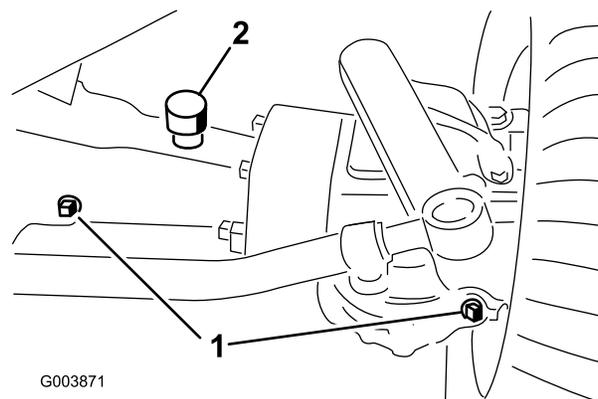
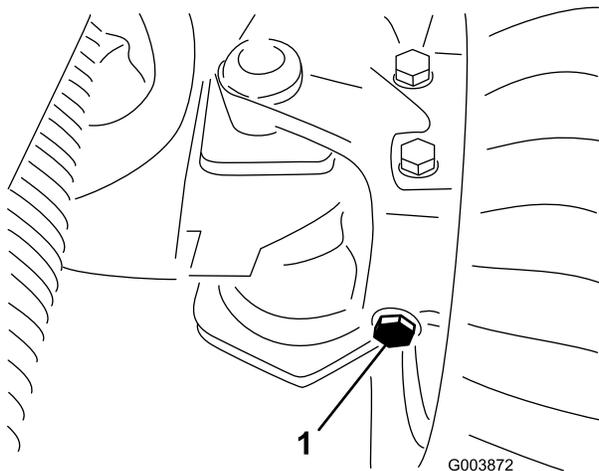

Figure 29
Figure 30
2. Retirez les 3 bouchons de contrôle du pont (Figure 29 et Figure 30) et vérifiez que le lubrifiant atteint bien la base de chaque trou.